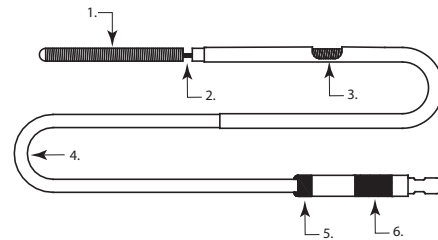

Figure 1
- Faire avancer lentement la spirale détachable Axiom™ Prime en dehors de la gaine d'introduction dans la paume de la main gantée et vérifier l'absence d'irrégularités de la spirale ou de la zone de détachement. En raison de risques potentiels d'anomalie, il convient d'effectuer une inspection visuelle. En présence d'irrégularités, remplacer par une spirale détachable Axiom™ Prime neuve (consulter la Figure 1).